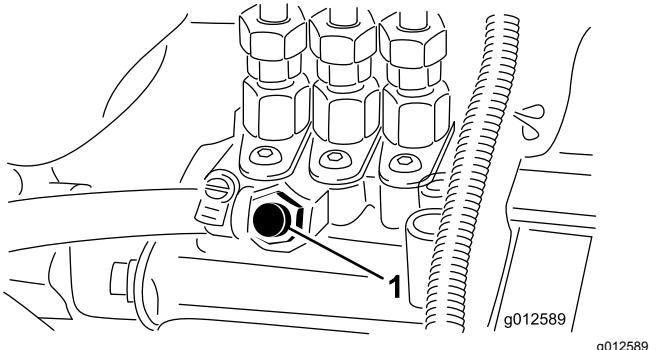

Figura 31
5. Desaperte o parafuso de purga que se encontra na bomba de injeção de combustível (Figura 31).